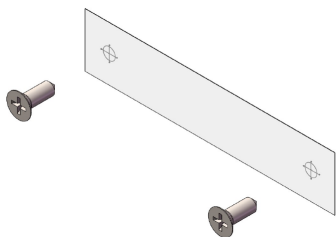

Bild 5
1) När den centrala styrenheten är påslagen trycker du på och håller in knappen "OFF" (AV) i 3 sekunder tills den digitala lampan 1 tänds och de andra digitala lamporna släcks, släpp sedan knappen "OFF" (AV) för att gå till parkopplingsläget.
2) Tryck kort på knappen "OFF" (AV), välj numret på den digitala lampan, tryck på knappen "ON" (PÅ) för att bekräfta och den motsvarande digitala lampan kommer att blinka.
3) Batteriet CR2032 installeras korrekt i vattensensorn (Bild 5), lampan blinkar 2 gånger och släcks sedan, man hör "pip, pip" två gånger och motsvarande digitala lampa på centralkontrollen är alltid tänd det betyder att parkopplingen lyckades.